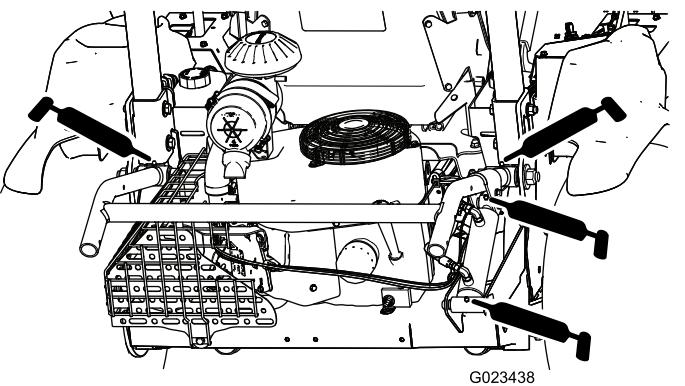

Figura 31
- Elevador del apero (4) – Figura 31